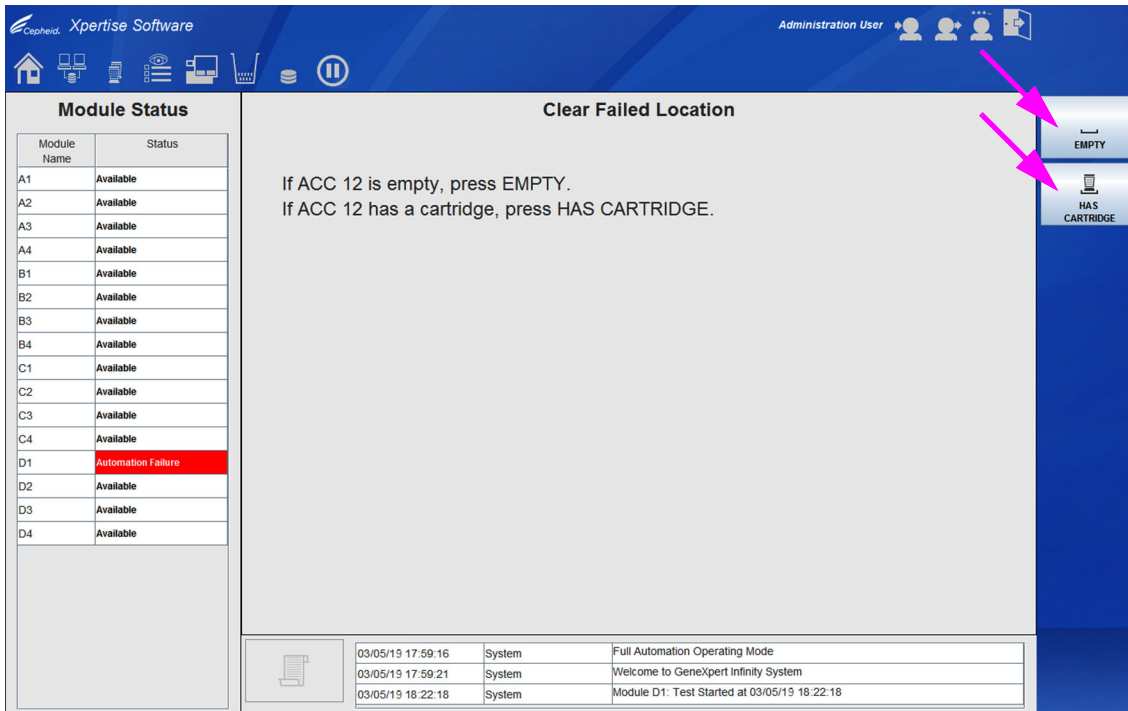

图 9-90. 清除故障位置 (Clear Failed Location) 工作区
5. 系统将一次显示一个选中位置，以便您指示该故障位置是否有检测盒。如果该位置为空，则选择**空置 (EMPTY)** 按钮。请参见图 9-90。如果选择了**空置 (EMPTY)**，系统将继续到下一个选中位置。